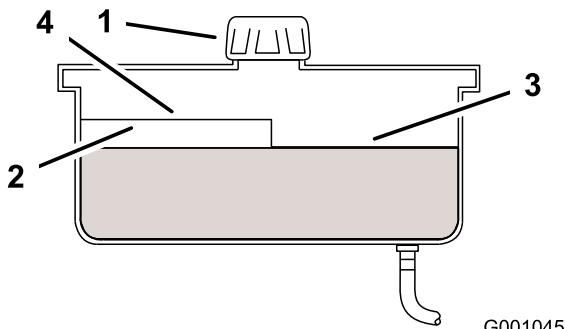

Figure 59
2. Nettoyez la surface autour du goulot de remplissage du réservoir hydraulique (Figure 59).
3. Enlevez le bouchon du goulot de remplissage et vérifiez si le réservoir contient du liquide (Figure 59).